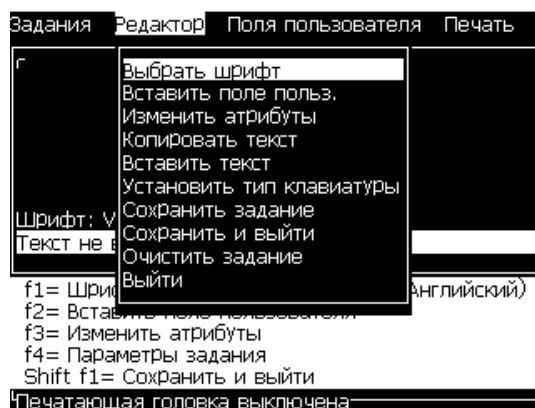

Рисунок 5-48: Меню “*Editor*” (редактор)
- 1 Нажмите кнопку “*Alt*” + *E* или нажмите кнопку “*F1*”. Появится меню “*Editor*” (редактор) (смотрите Рисунок 5-48).